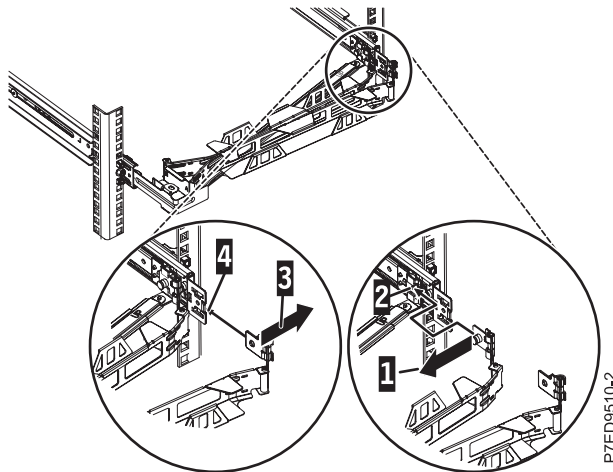

Abbildung 16. Kabelträger anschließen
5. Setzen Sie den Kabelträger am Stützelement an. Ziehen Sie den Stift (1) des Kabelträgers heraus und schieben Sie die Lasche des Kabelträgers (2) in die Aussparung an der Innenseite der rechten Schiene. Drücken Sie auf die Lasche, bis sie einrastet. Ziehen Sie den anderen Stift des Kabelträgers (3) heraus und schieben Sie die Lasche des Kabelträgers in die Aussparung (4) an der Außenseite der rechten Schiene. Drücken Sie auf die Lasche, bis sie einrastet (siehe Abb. 16).